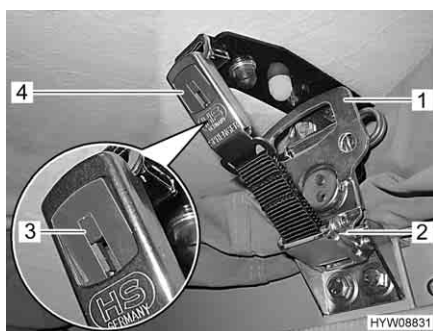

Fig. 23 Bloccaggio
- Tirare verso il basso sui due lati la serratura rapida (Fig. 23,2) e agganciarla nella piastrina di sostegno.
- Ruotare la maniglia (Fig. 23,1) sulla serratura rapida (Fig. 23,2) in senso orario di mezzo giro.
- Chiudere la serratura a scatto (Fig. 23,4) premendo sui due lati.
- Spingere il cursore rosso (Fig. 23,3) in basso premendo sui due lati. In questo modo la serratura a scatto (Fig. 23,4) è assicurata contro l'apertura involontaria.